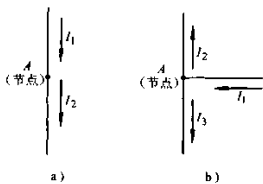

图 1-14 节点电流定律示意图
2) 流过各电阻的电流是相等的，这一点可以用节点电流定律来说明：如图 1-14 所示，流入一个节点 A（线路中的某一点）的电流等于流出该节点的电流，因为节点不能储存电能。在图 1-14a 所示电路中，流入节点 A 的电流为 I_1 ，流出 A 点的电流为 I_2 ，根据节点电流定律可知， $I_1 = I_2$ 。在图 1-14b 所示电路中，流入节点 A 的电流为 I_1 ，流出节点 A 的电流为 I_2 和 I_3 ，这时 $I_1 = I_2 + I_3$ 。